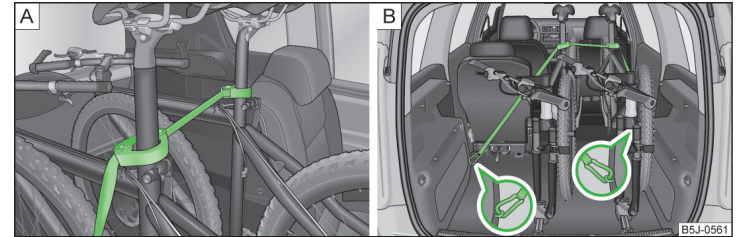

Abb. 73 Fahrräder absichern
- › Die Schelle mit dem Gummiteil nach vorn (in Fahrtrichtung) möglichst weit unten an die Sattelstütze setzen und diese schließen » Abb. 73 - [A].
- › Beim Transport von zwei Fahrrädern den Gurt » Abb. 73 - [A] zwischen den Sätteln spannen, indem die Fahrräder auseinander geschoben werden.
- › Die Karabiner an den Gurtenden in die Verzurrösen hinter den Rücksitzen einrasten » Abb. 73 - [B].